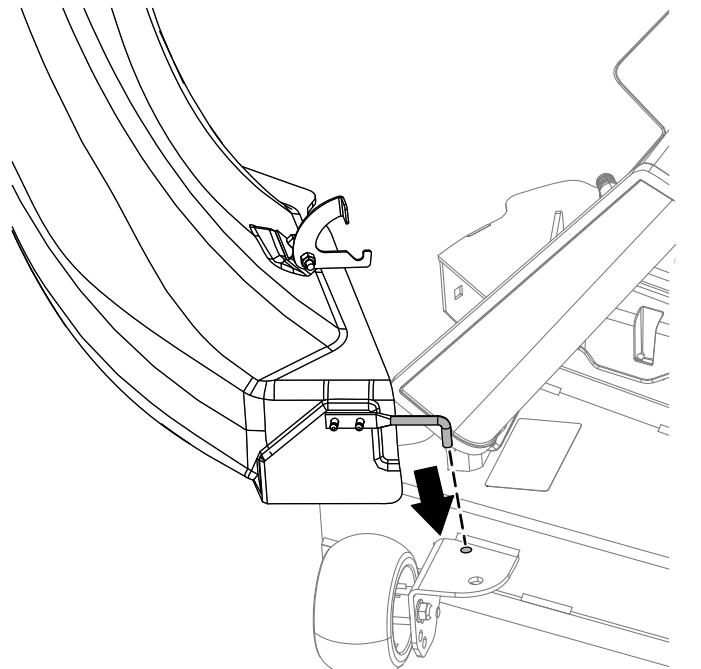

図 21
4. 図 21ののように、シートを傾けてデッキの穴にピンを挿入する。